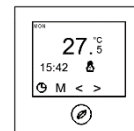

Bild 9.2
- Jetzt erscheint das Häuschen Nr. 2 (s. Bild 9.2) und das 1. Häuschen –Symbol erlischt. Zum Einstellen der Schaltzeiten 2, 3 und 4 müssen die vorgenannten Schritte wiederholt werden.